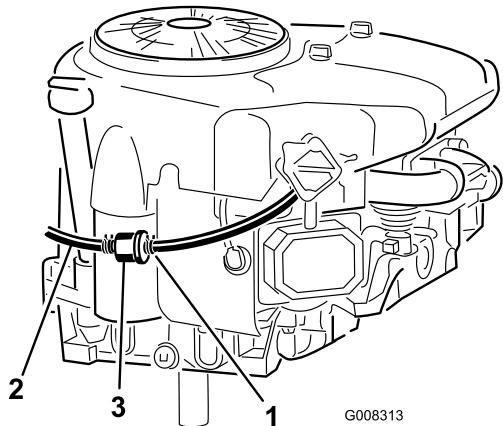

Figure 28
7. Pincez les extrémités du collier de fixation et poussez le collier en haut de la conduite d'alimentation, en direction du réservoir de carburant (Figure 28).
8. Débranchez la conduite d'alimentation du filtre (Figure 28) et laissez l'essence s'écouler dans un bidon ou un bac de vidange.
- 10. Rapprochez le collier de serrage du filtre pour fixer la conduite d'alimentation et le filtre à carburant (Figure 28).
Le meilleur moment pour remplacer le filtre à carburant (Figure 28) est lorsque le réservoir à carburant est vide. Ne réinstallez jamais un filtre à carburant encrassé après l'avoir déposé de la conduite d'alimentation.